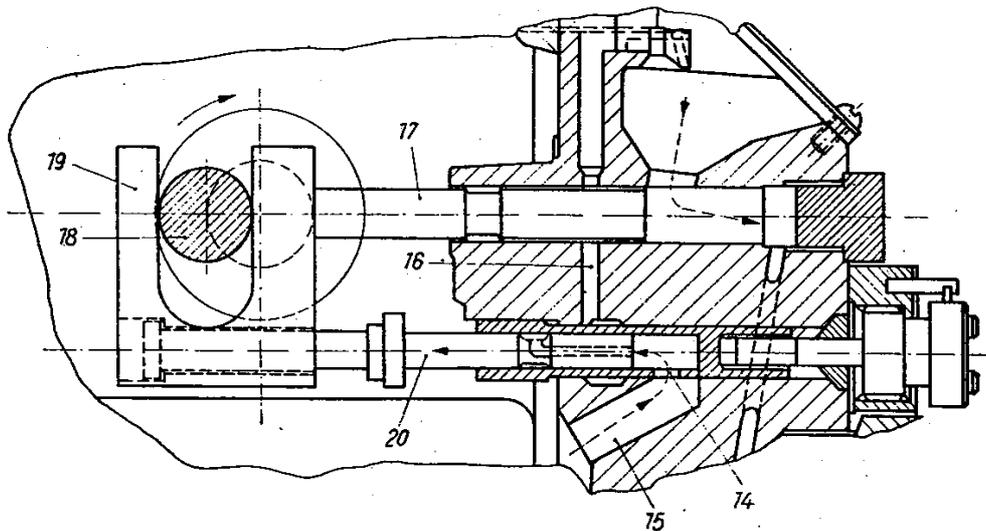
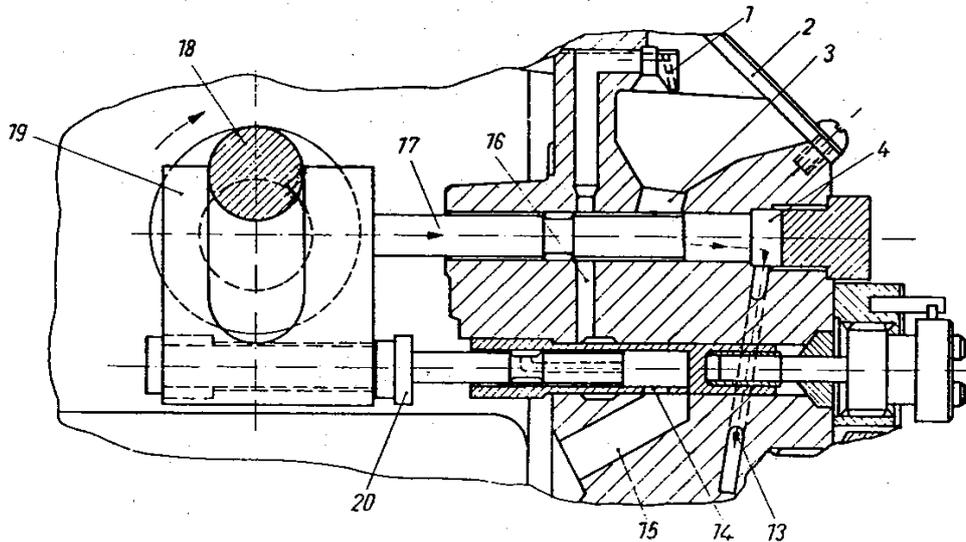

Bild 46. Michalk-Hochleistungs-Ölschmierpumpe Typ JM
Bild 47. Michalk-Hochleistungs-Ölschmierpumpe Typ JM
Von der hinteren Totpunktlage der Exzenterwelle (Bild 46) bis kurz nach deren höchstem Hub (Bild 47) bleibt der Zubringerkol-
Inzwischen hat der Druckkolben seine linke Totpunktlage erreicht und steuert nach der Gegenrichtung um (Bild 46).
Der Ansaugkanal (3) ist völlig geöffnet, so daß das vom vorhergehenden Druckhub durch die Tropfdüse gedrückte und in dem Ansaugkanal gesammelte Öl in den Zylinderraum (4) fließen kann. Der Zubringerkolben verharrt wieder in seiner Stellung, bis der Druckkolben mit seiner Rille den Kanal (16) aufgesteuert hat (Bild 47).
Bild 47 zeigt den Beginn der Öffnung des Kanals (16); die Gabel liegt mit ihrer rechten Flanke am rechten Ansatz des Zubringerkolbens an.